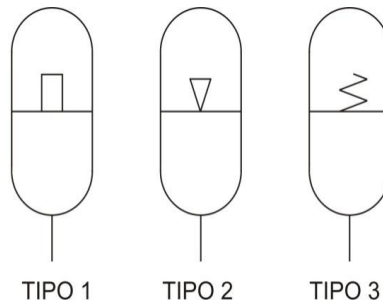

Figura 01
17. A figura 01 mostra três símbolos de três tipos diferentes de acumuladores, utilizados em sistemas hidráulicos.